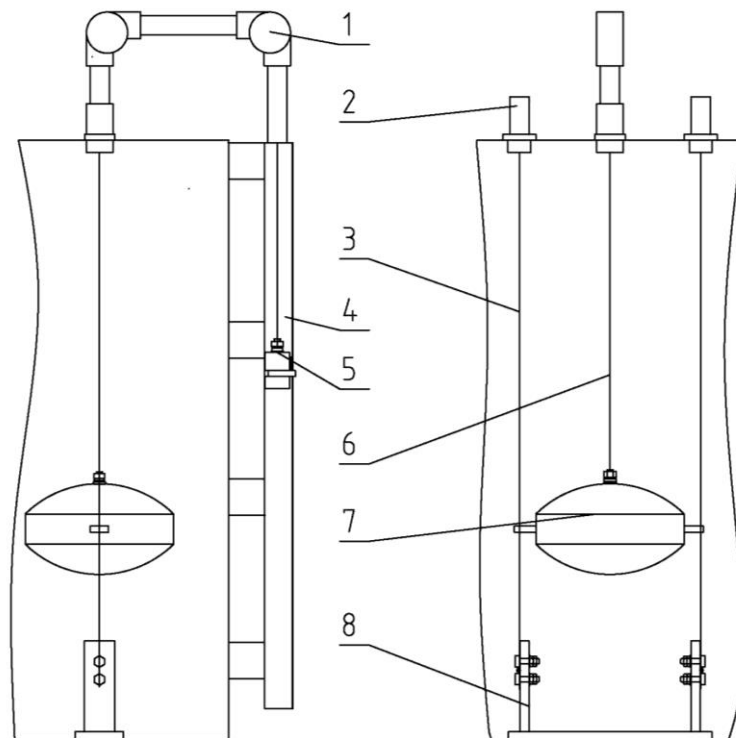

图 1 产品主要结构
2.1 产品主要结构-图 1
UFZ-4A 型浮标式液位计是根据力平衡原理设计的，其工作原理见图 1。设浮子的重量为 W ，浮子所受的浮力为 F ，指针重锤的重量为 G ，整个系统的摩擦力为 f ，当浮子浸浮在液体中某一位置时，这些力处于平衡状态，既 $W-F-G\pm f=0$ 。当液位发生变化时，引起浮子位置的变化，通过钢丝绳带动指针重锤移动，在标尺上显示出液位的相应位置，达到液位测量的目的。